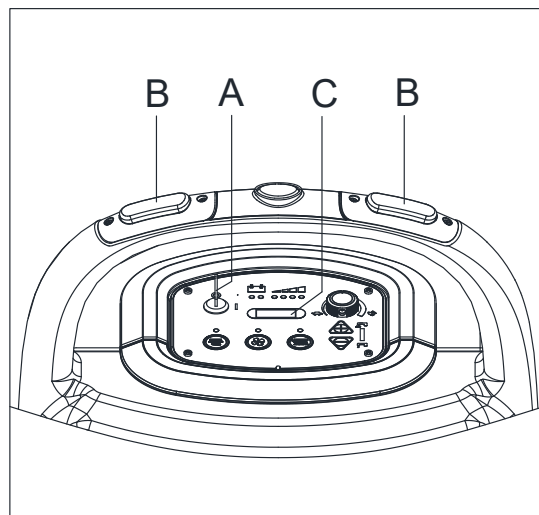

Figure 22
1. Tourner la clé de contact (A, Figure 22) sur "I".
2. Appuyer sur le commutateur (B) et lire sur le compteur horaire (C) le nombre total d'heures de travail (lavage/séchage) effectuées par la machine.
3. Appuyer encore sur le commutateur (B).
4. Tourner la clé de contact (A) sur "0".
1. Tourner la clé de contact (A, Figure 22) sur "0".